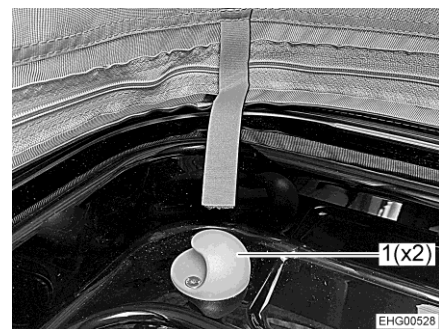

Fig. 53 Supporto
- Agganciare la rete protettiva ai due supporti (Fig. 53,1).